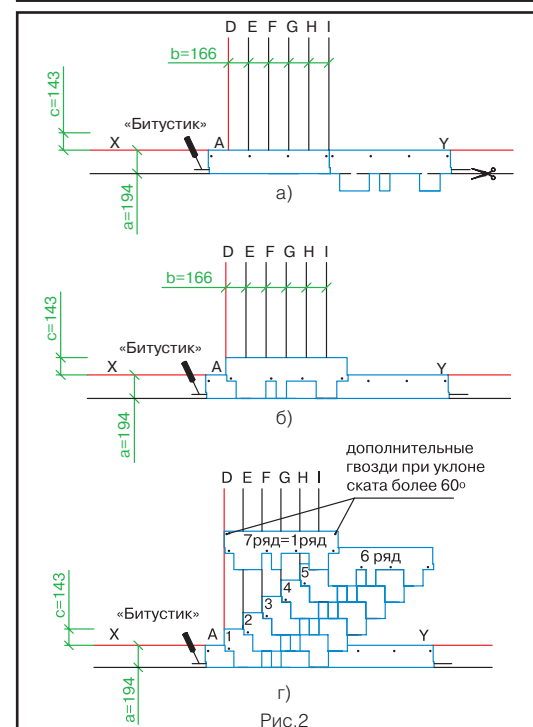

Рис.2
Укладка материала (рис. 2)
- Начальный ряд формируется из листов черепицы ГОТИК с обрезанными лепестками. Полученные таким образом полосы шириной 19,4 см укладываются по линии карниза в обе стороны от линии I (рис. 2а) и фиксируются по нижнему краю битумной мастикой «Битустик», а по верхней кромке 4 гвоздями (ось гвоздей на 5 см ниже верхнего края полосы).
- далее первый ряд черепицы укладывается от линии AD (рис. 2б);
- второй ряд укладывается от линии E (со смещением 16,6 см от AD) (рис. 2в);
Каждый лист черепицы ГОТИК крепится 4 гвоздями таким образом, чтобы гвоздь прошивал и верхний край нижележащего листа черепицы (рис. 2в).